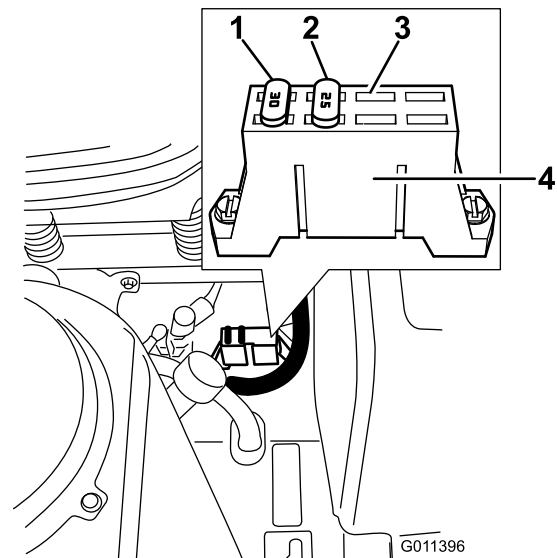

Bild 50
1. Die Sicherungen befinden Sie rechts am Armaturenbrett neben dem Sitz (Bild 50).
3. Setzen Sie eine neue Sicherung ein (Bild 50).